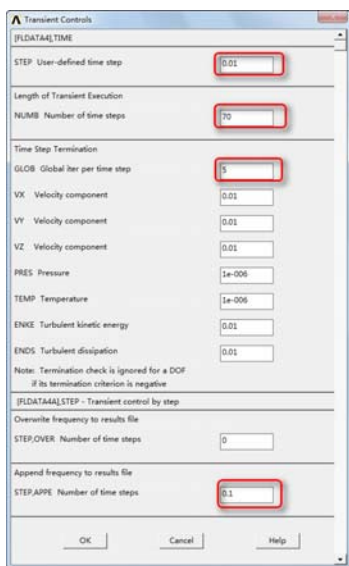

图 7-65 “Transient Controls”对话框
⑥单击“OK”按钮会弹出“Transient Controls”对话框，如图 7-65 所示，在“STEP User-defined time step”输入框输入 0.01，在“NUMB Number of time steps”输入框输入 70，在“GLOB Global iter per time step”输入框输入 5，在“STEP, APPE Number of time steps”输入框输入 0.1，单击“OK”按钮关闭该对话框。